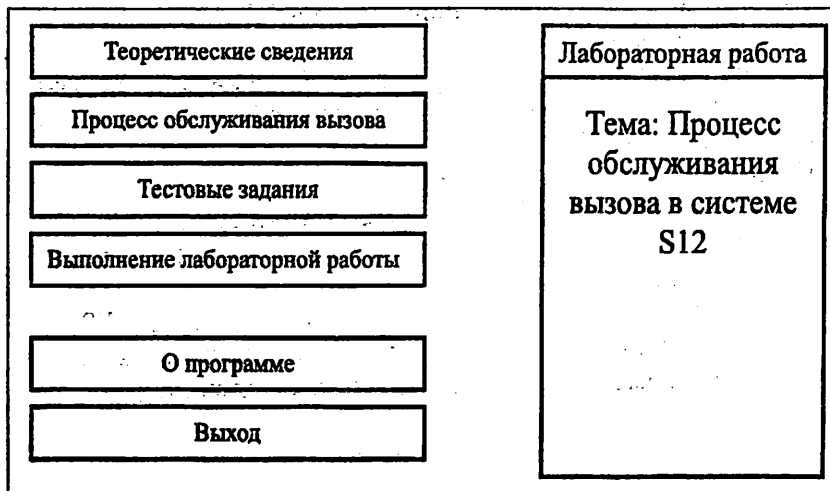

Рис.4.1. Стартовое окно лабораторной работы
1. Запустите программу. Откроется стартовое окно лабораторной работы. (см.рис.4.1). Изучите теоретические сведения в формате MSWord, нажав на кнопку